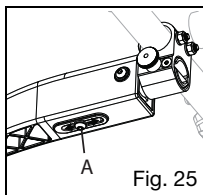

Fig. 25
2. Løsn 6 mm skruen der findes under samlingen (fig. 25:A).
4. Stram 6 mm skruen igen (fig. 25:A). Stram ikke for meget.